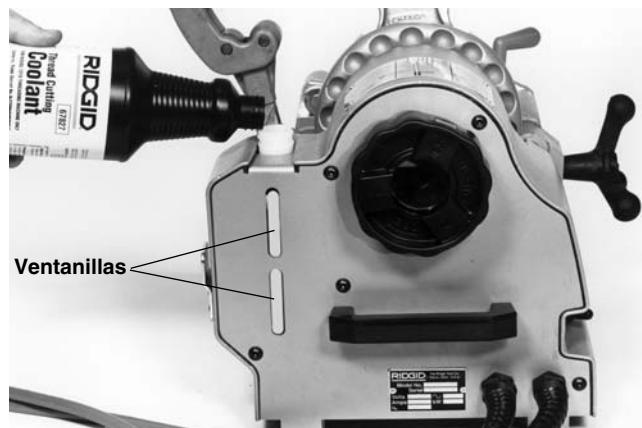

Figura 5 – Relleno del depósito con refrigerante
- Revise el nivel del Refrigerante para Cortar Roscas de RIDGID en las ventanillas en la parte trasera de la Rosadora No. 1210 (vea la Figura 5). Si le falta líquido, quite la tapa del depósito y llénelo con refrigerante. Al depósito le caben 16 onzas de refrigerante.